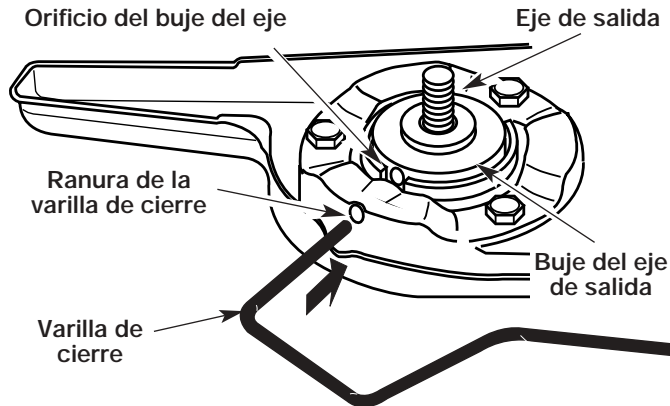
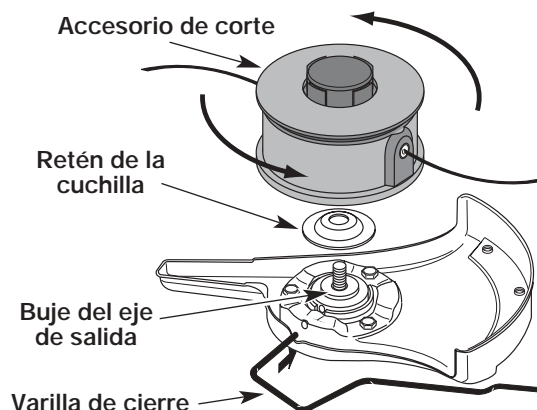

Figure 8
Figure 15
1. Alinee el orificio del buje del eje con la ranura de la varilla de cierre e inserte la varilla de cierre en el orificio del buje del eje (Fig. 8).
6. Alinee el orificio del buje del eje con la ranura de la varilla de cierre e inserte la varilla de cierre en el orificio del buje (Fig. 8).
- Alinee el orificio del buje del eje con la ranura de la varilla de cierre e inserte la varilla de cierre en el orificio del buje (Fig. 8).
- Alinee el orificio del buje del eje con la ranura de la varilla de cierre e inserte la varilla de cierre en el orificio del buje del eje (Fig. 8). Coloque el retén de la cuchilla en el eje de salida con la superficie plana contra el buje del eje de salida según se ilustra en la Fig. 15. Enrosque el accesorio de corte en sentido antihorario en el eje de salida. Ajuste bien.